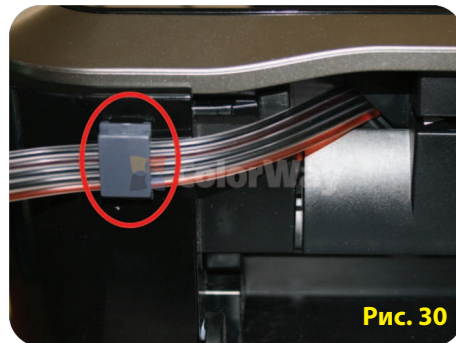

Рис. 30
- 5.12. Закрепите шлейф на корпусе принтера при помощи держателя. (Рис. 30).
- При дальнейшей эксплуатации, не открывайте резко крышку, чтобы не сорвать шлейф. При необходимости открыть крышку, откройте держатель (Рис. 30), приподнимите крышку на 1-2 см. Дождитесь пока каретка выедет в положении замена. Только после этого можно открывать крышку. Двухсторонний скотч держателей со временем может плохо приклеиваться, если такое произошло, приклейте держатели при помощи клея.